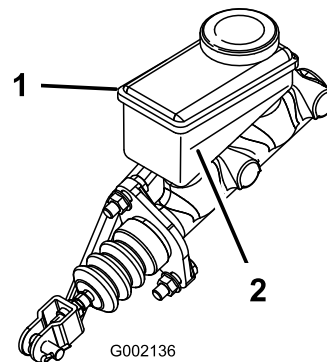

図 51
3. タンクの側面についているマークで、量を点検する 図 51。
- B. 最低ラインより上まで DOT 3 ブレーキ液を補給する 図 51。